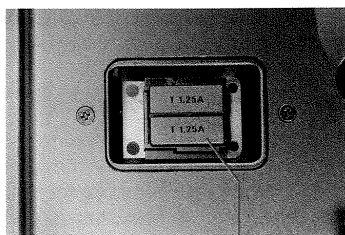

Bild 17 22
Zum Wechseln der defekten Sicherungen kann der Sicherungshalter (22) herausgezogen werden (Bild 17).
The fuse holder (22) can be pulled out to replace blown fuses (Fig. 17).
Pour remplacer les fusibles défectueux, retirer le porte-fusible (22) (figure 17).